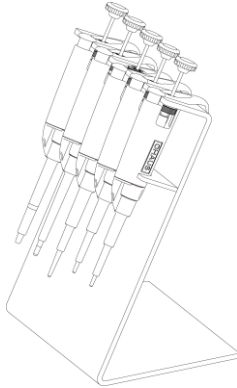

图 3. 移液器支架
5. 移液器不用时应存放在专用的支架上，（见图3）不能任意放置。